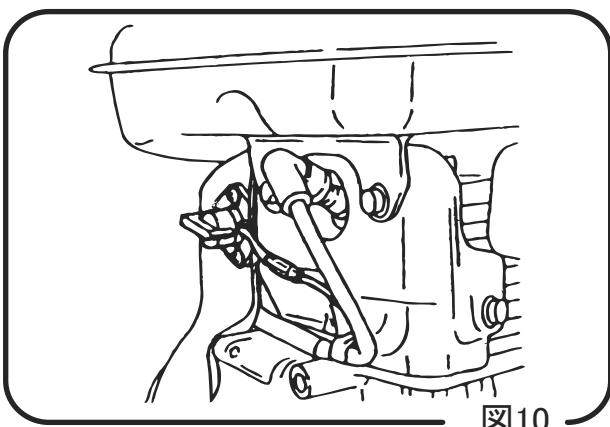

図10
- 2 ストップスイッチを ON(I) 側に回します。(図 10)